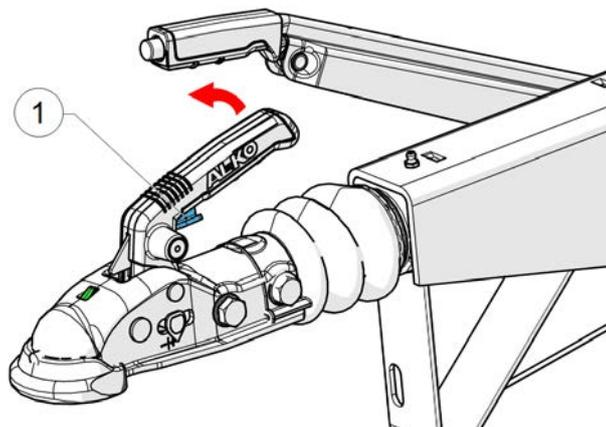

Figure 26 - Poignée d'attelage
5. Tenez la poignée sur la tête de remorquage, pressez le crochet (1, Figure 26) avec votre index et levez la poignée.